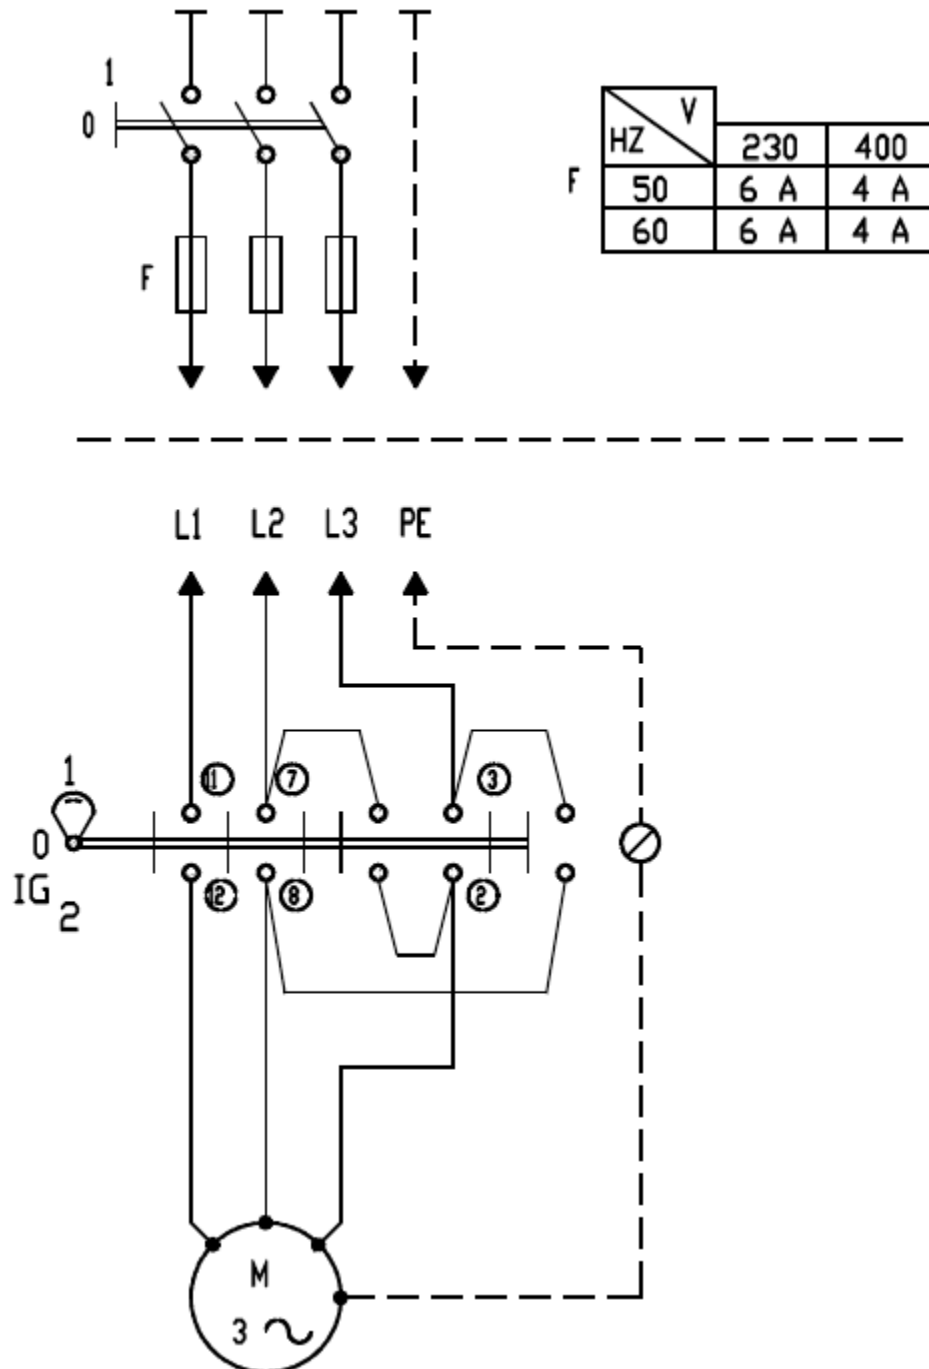

Рис. 31
Когда закончите с корректировкой позиции набора инструментов вдоль 3-х ортогональных осей. Затяните болт и нижний винт надежно заблокировав инструмент в положении. Применить правильные значения в зависимости от того это колеса мотоцикла (ref. 140300361 - рис. 30) или сплавные диски со спицами (ref. 140300450 - рис. 31).